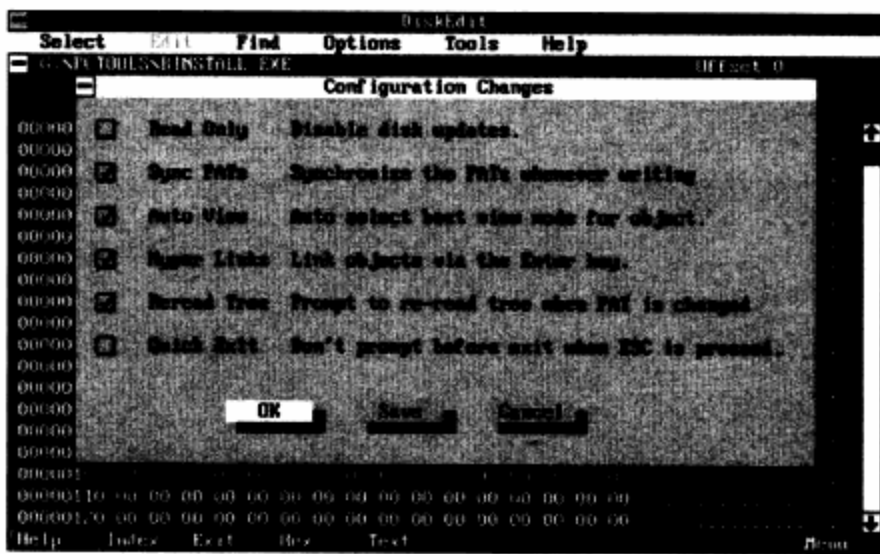

图9-41 选中OK按钮
**步骤 04** 按Enter键会出现下面的一个工作窗口，然后按Tab键把光标移动到Read Only选项上。按空格键把Read Only选项前面的勾去掉。再把光标移动到OK选项上。如图9-41所示。